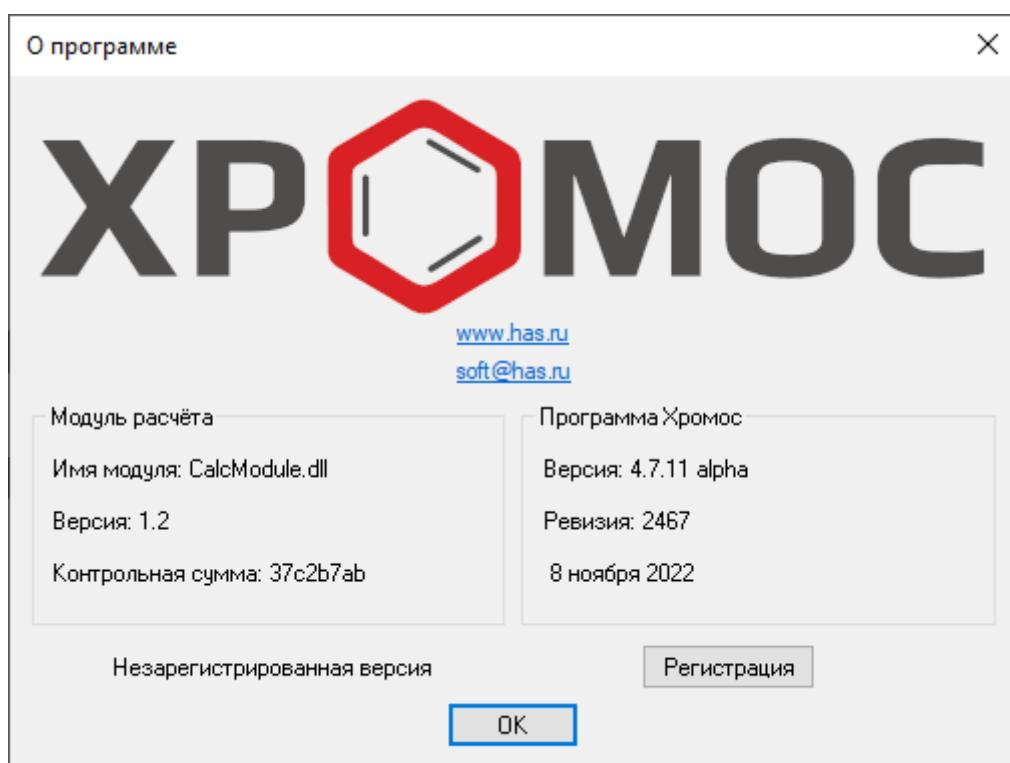

Рис. 16: Окно «О программе»
1. В меню *Справка* выберите **О программе...**. Откроется окно *О программе* (Рис. 16).